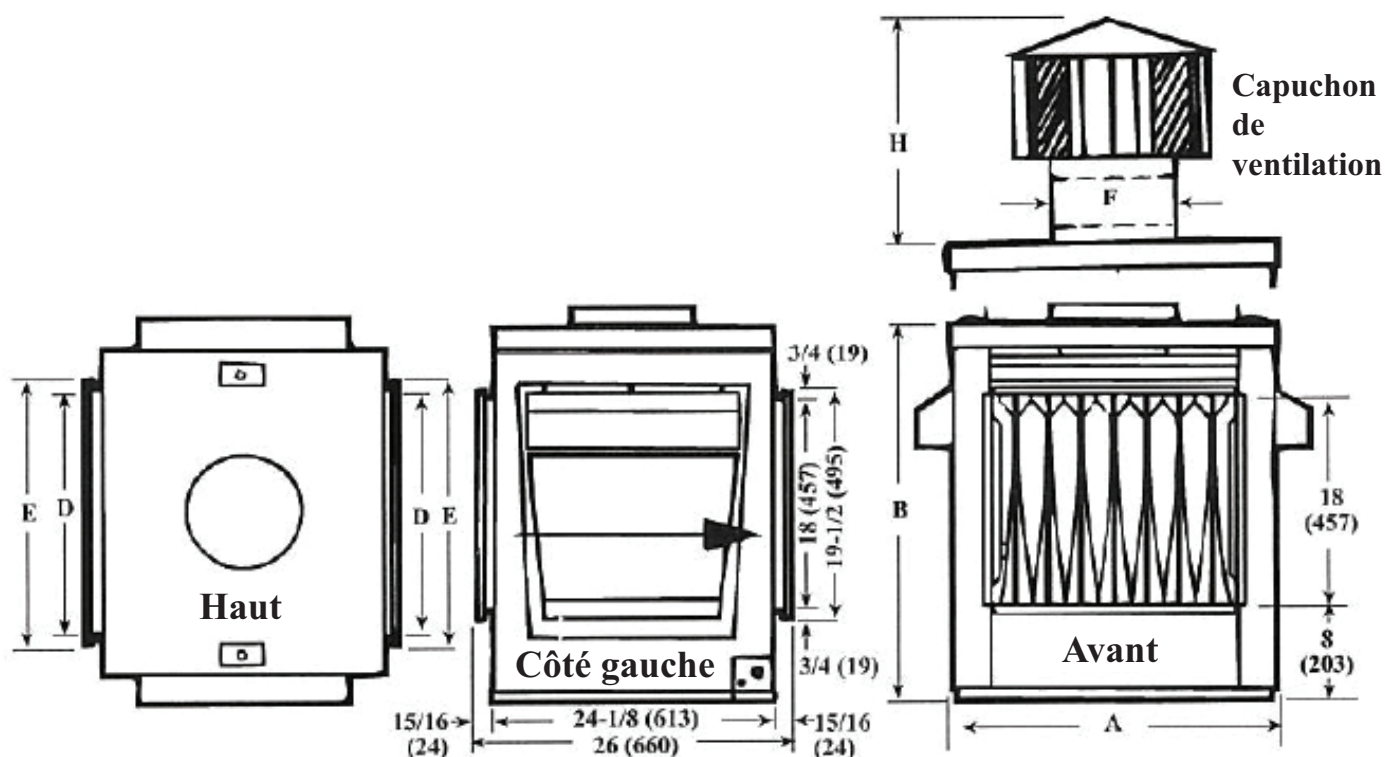

Figure 3. Modèle de la série RX—Dimensions (consultez le Tableau 5)
- Les dimensions pour les modèles de la série RX sont montrées dans la Figure 3 et spécifiées dans le Tableau 5.
| Modèle                                              | Taille de l'appareil | Désignation alphabétique (voir <a href="#">Figure 3</a> ) |               |              |               |          |              |